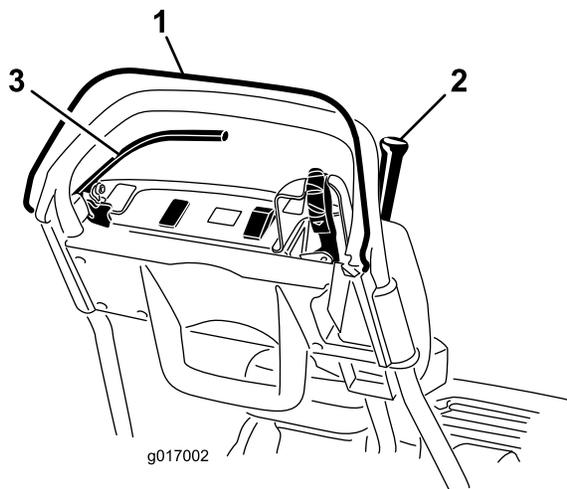

Figure 31
2. Relâchez la commande OPC et essayez d'engager le levier de commande de déplacement (Figure 31). Le levier de commande de déplacement ne doit pas s'engager. Si le levier de commande de déplacement s'engage, le système de sécurité doit être révisé. Corrigez le problème avant d'utiliser la machine.
3. Appuyez sur la commande OPC et engagez le levier de commande de déplacement, puis relâchez la commande OPC (Figure 31). Le levier de commande de déplacement doit s'engager. Si le levier de commande de déplacement ne s'engage pas, le système de sécurité
4. Après avoir appuyé sur la commande OPC et déplacé le levier de changement vers la gauche, engagez le levier de commande de déplacement et du cylindre, puis relâchez la commande OPC (Figure 31). Le levier de commande de déplacement doit s'engager. Si le levier de commande de déplacement ne s'engage pas, le système de sécurité doit être révisé. Corrigez le problème avant d'utiliser la machine ; voir Entretien du contacteur de sécurité de déplacement \(page 35\).